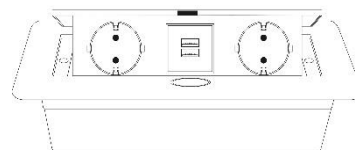

Рис. 2
- Блоки розеток AM-G2EU-2U-XX (рис. 2) имеют 2 электрические розетки с заземлением и USB Type-A+A